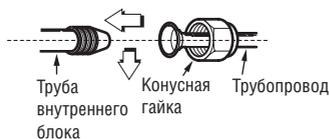

Рис. 16
- Заверните конусную гайку пальцами, затем затяните с помощью гаечного ключа и ключа с измерителем момента затяжки, как показано на рис. 16 и 17.